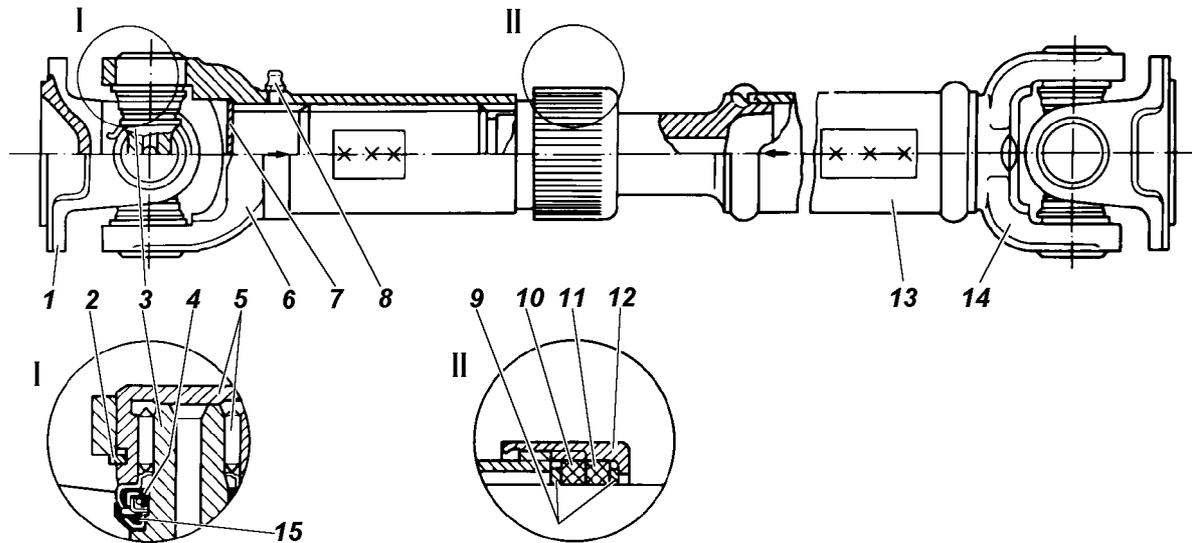

Рис. 5.12. Задний карданный вал:
**Задний карданный вал** (рис. 5.12) состоит из тонкостенной трубы 13, в один конец которой запрессована и приварена вилка 14 карданного шарнира, а в другой - шлицевый конец. На шлицевый конец установлена скользящая вилка 6 с внутренними шлицами, по которым перемещается шлицевый конец при изменении длины карданного вала.